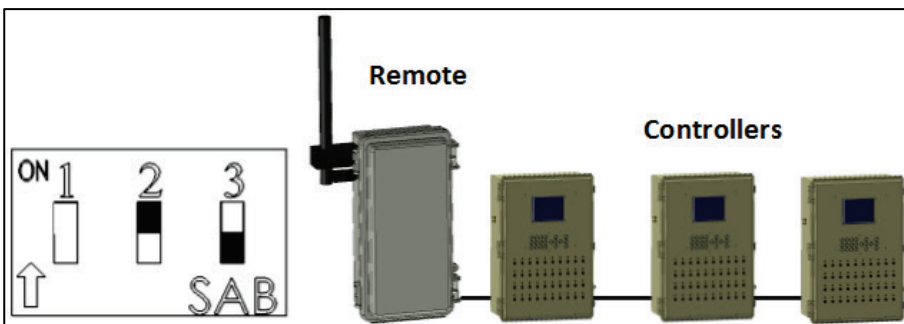
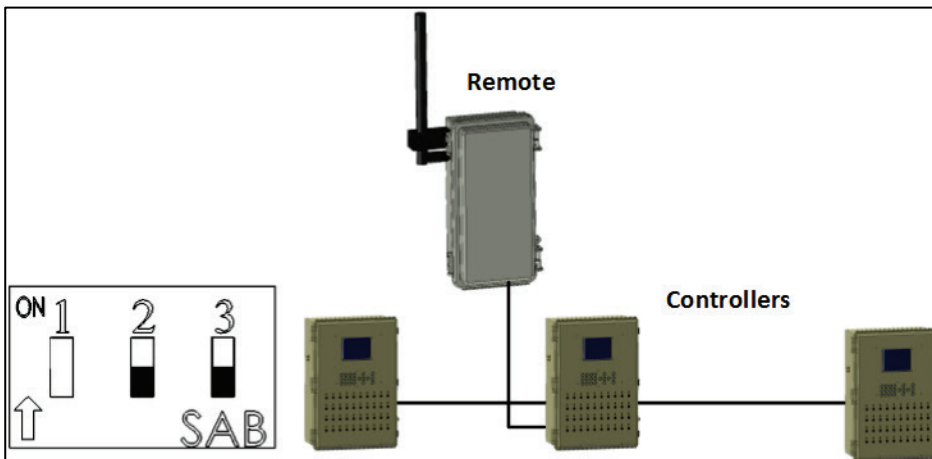

图 43: 端子启用
图 44: 端子禁用
- 图 43 和 图 44 未显示 5V 变光开关设置。参照有关该功能设置的信息.